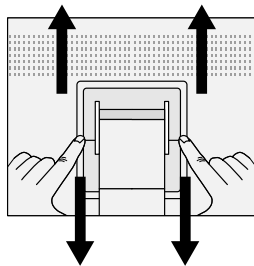

Figura S.2
4. Presione la zona “▼” con el dedo índice y, al mismo tiempo, desplace la cubierta inferior del soporte (**Figura S.2**).